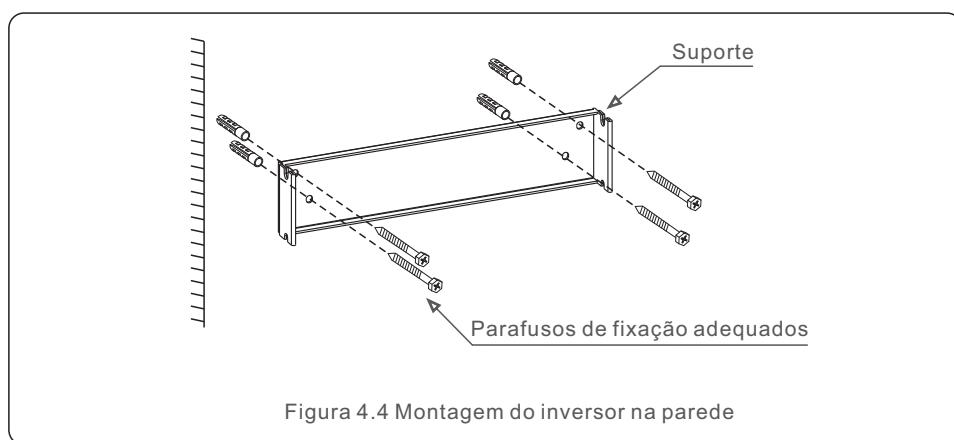
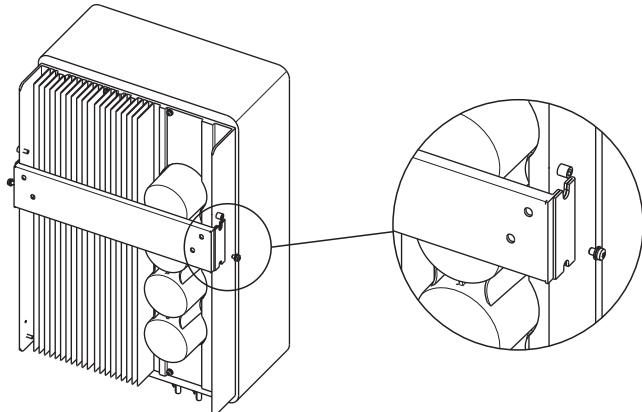

Figura 4.4 Montagem do inversor na parede
Figura 4.5 Suporte para montagem em parede
Consulte a Figura 4.4 e a Figura 4.5 para obter instruções sobre a montagem do inversor. O inversor deve ser montado verticalmente. As etapas para montar o inversor estão listadas abaixo.
2. Levante o inversor (evitando um excessivo esforço corporal) e alinhe o suporte traseiro do inversor com a seção convexa do suporte de montagem. Pendure o inversor no suporte de montagem e certifique-se de que o inversor esteja seguro (veja Figura 4.5).